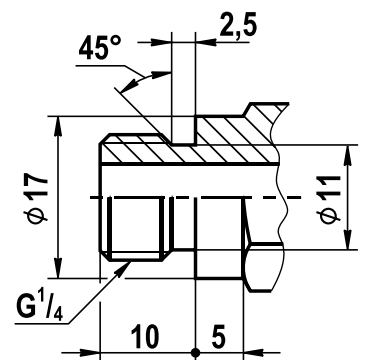

Рис. 1-5
8. Для подключения датчиков-реле давления или других устройств и приборов в корпусе клапана предусмотрены отверстия с резьбой G1/4, закрытые заглушками (кроме клапанов ВН1/2Н-0,2; ВН3/4Н-0,2; ВН1Н-0,2 и клапанов серии ВФ). Рекомендуемая форма конца присоединяемого штуцера, предназначенного для подсоединения датчика-реле давления и вкручиваемого в корпус клапана, приведена на рис. 1-5. Применяемое для уплотнения соединения - кольцо резиновое 014-017-19 ГОСТ 9833 (dвнутр.=13,6 мм; s=1,9 мм). Для уплотнения резьбы в месте подключения приборов используйте ленту ФУМ или аналогичный уплотняющий материал.